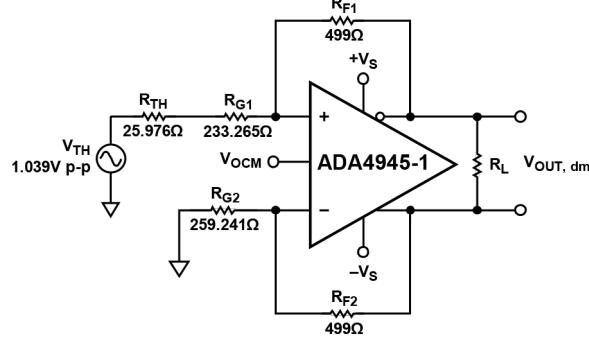
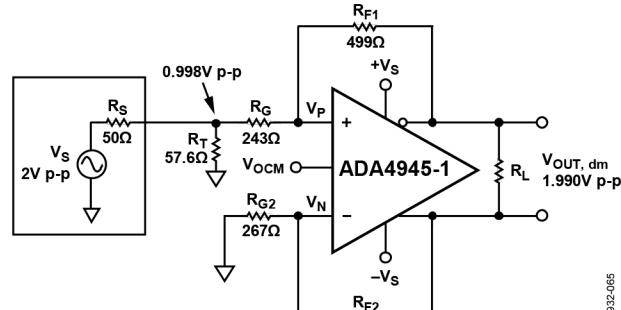

图108. 戴维宁等效值和匹配增益电阻
图109. 端接的单端转差分系统,  $G = 1$
ADI公司的DiffAmpCalc™工具使用第一种补偿方法。使用第二种补偿方法,  $R_{G2} = 259.241 \Omega$ ,  $R_{G1} = 259.241 - 25.976 = 233.265 \Omega$ 。修改后的电路如图108所示。
5. 图108显示了具有匹配反馈环路的容易管理的电路，可以轻松地对它进行评估。修改后的增益电阻 $R_{G1}$ 会改变输入阻抗。使用上一次迭代的修改值 $R_{G1}$ 重复第1至第4步数次，直至 $R_T$ 值与上一次迭代相同。经过三次额外迭代后， $R_{G1}$ 的变化小于0.1%。图109显示了具有最接近1%电阻值的最终电路。